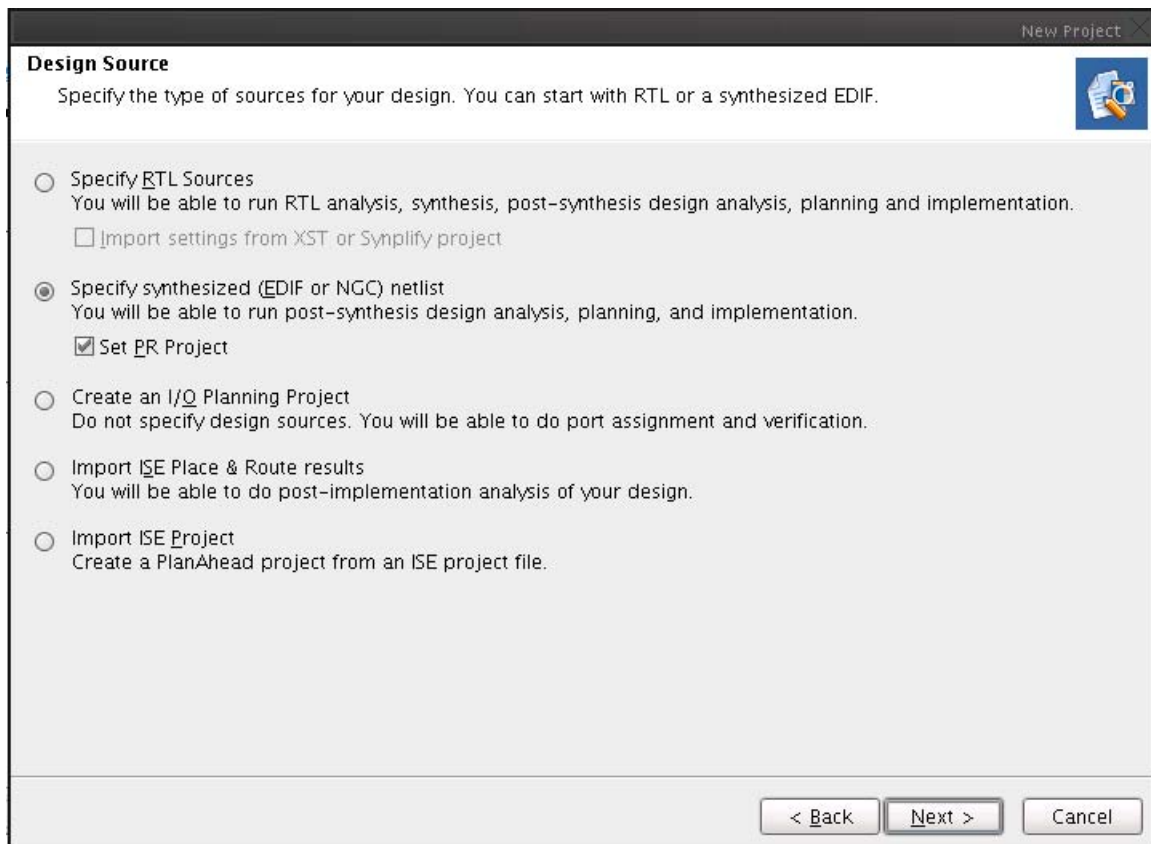

図 3：デザイン ソースの指定
5. [Specify synthesized (EDIF or NGC) netlist] をオンにし [Set PR Project] をオンにした後 [Next] をクリックします (図 3)。